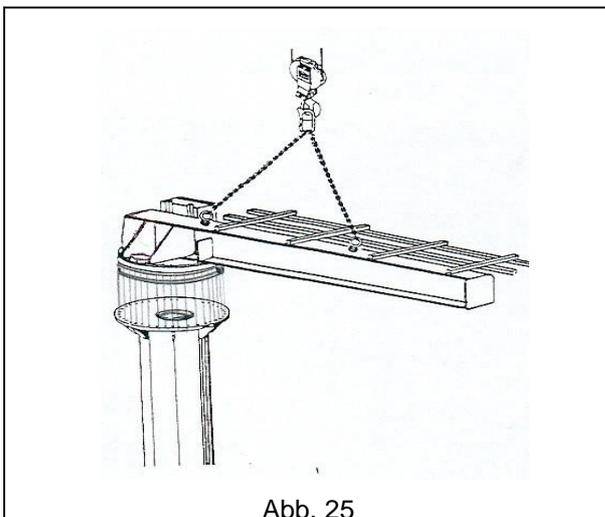

Abb. 25
5. Den Drehkranz so auf den Kupplungsflansch am oberen Säulenende legen, dass die Bohrungen beider Teile übereinstimmen. (Abb. 25)